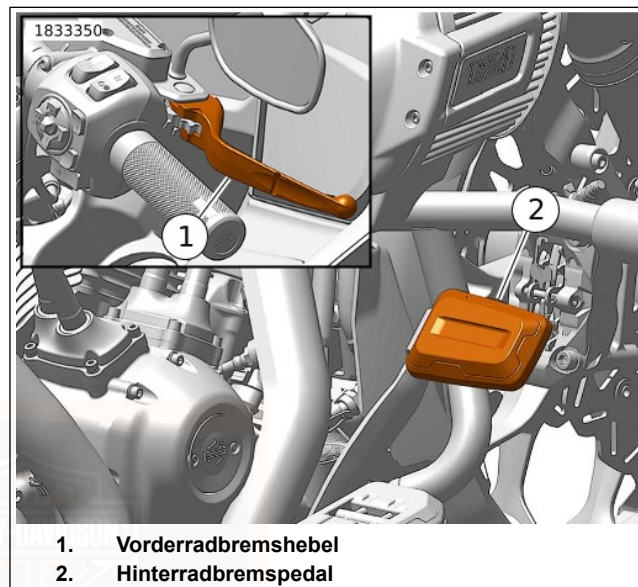

Abbildung 58. Bedienungselemente für Bremsen
Siehe Abbildung 58. Mit dem Vorderradbremshel (1) wird die Vorderradbremse betätigt. Der Hebel befindet sich am rechten Lenker. Den Handhebel mit den Fingern der rechten Hand betätigen.
Siehe Abbildung 58. Mit dem Hinterradbremspedal (2) wird die Hinterradbremse betätigt. Das Pedal befindet sich auf der rechten Seite. Das Hinterradbremspedal mit dem rechten Fuß betätigen.